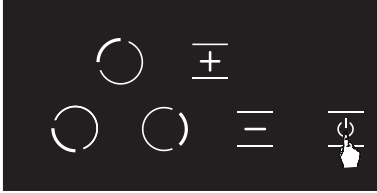

Abbildung 15
1. Durch Berühren der **⏻** Taste kann der Herd abgeschaltet werden. (siehe Abb. 15)